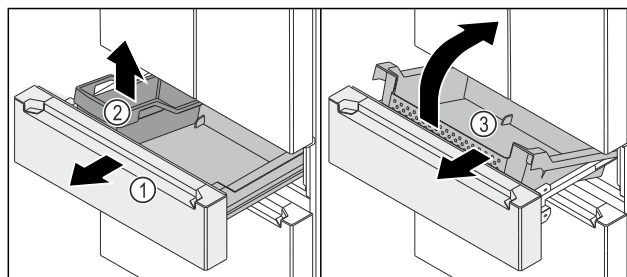

Fig. 150
- ▶ Вытяните выдвижной отсек Fig. 150 (1) до упора.
- ▶ Извлеките FlexBox Fig. 150 (2).
- ▶ Приподнимите контейнер Fig. 150 (3) спереди.
- ▶ Извлеките контейнер Fig. 150 (3) под углом по направлению вперед.